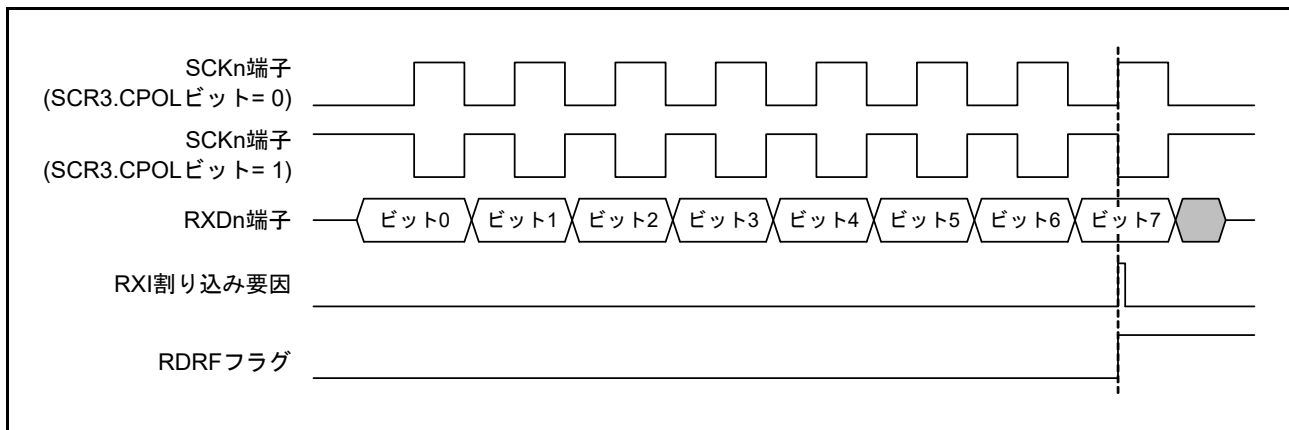

図 33.118 簡易 SPI モード (クロック遅れあり) RXI 割り込み発生タイミング
- クロック遅れあり設定 (SCR3.CPHA ビット=0) の場合、図 33.118 に示すように SCKn 端子の最終クロックエッジ手前のクロックエッジで受信データフル割り込み (RXI) が発生します。このとき、SCR0 レジスタの TE、RE ビットを SCKn 端子の最終クロックエッジより前に“0”にすると SCKn 端子出力がハイインピーダンスとなり、最終送受信クロックのクロックパルス幅が短くなります。また、RXI 割り込み後、SCKn 端子の最終クロックエッジより前に接続先スレーブに対する SSn# 端子入力信号を High にするとスレーブが誤動作する可能性があります。